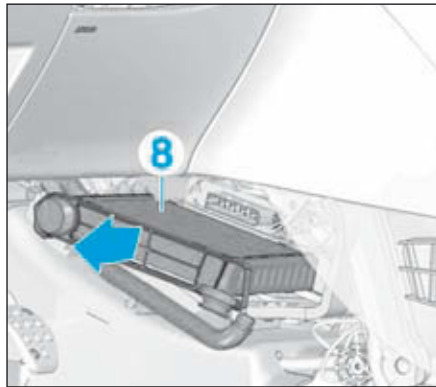

FIG.14
- Extraire le radiateur de chauffage (8) (Fig.14).